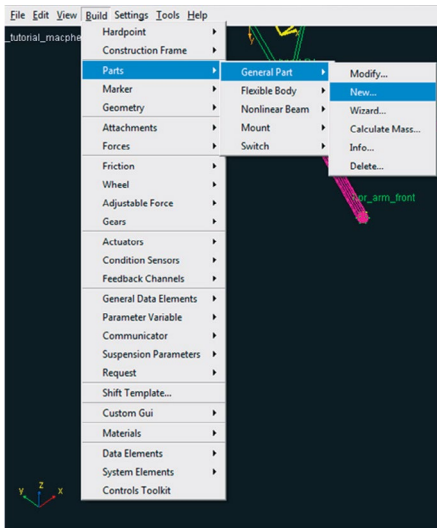

Figura 4.48 – *Construction Frame* “*hub_bearing*” construído.
- Menu *Build* → *Parts* → *General Part* → *New* (Figura 4.48).